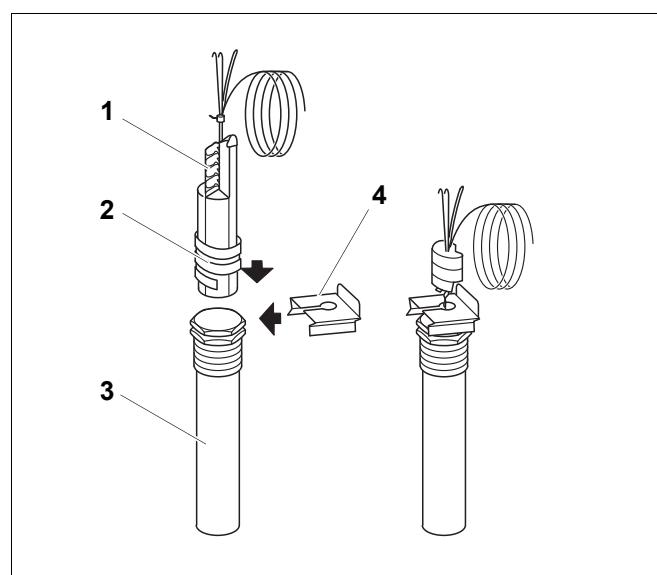

Рис. 20 Капиллярные трубы с датчиком и погружной гильзой
- Пластмассовая спираль (рис. 20, **поз. 2**) для прижатия датчиков друг к другу при установке автоматически сдвигается назад. Чтобы создать контакт между гильзой (рис. 20, **поз. 3**) и поверхностями датчиков и обеспечить надежную передачу температуры, необходимо вставить между датчиками компенсационную пружину (рис. 20, **поз. 1**).
- Наденьте фиксатор датчиков сбоку или сверху на оголовок гильзы (рис. 20, **поз. 4**).
Экспликация к рис. 20